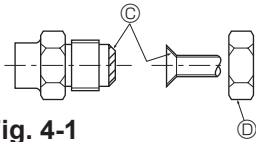

Fig. 4-1
Ⓐ (Fig. 4-1)
Ⓑ (Fig. 4-1)
4.2. Liitosputket (Fig. 4-1)